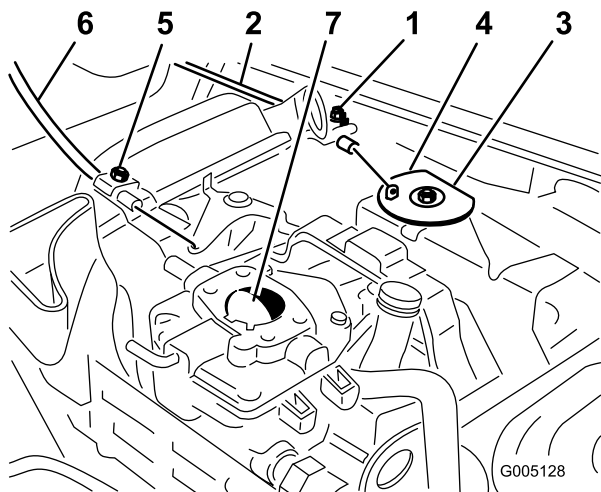

Figura 35
1. Allentate la vite del serrafilò per cavi che fissa il cavo al motore (Figura 35).
3. Tirate con forza il cavo dell'acceleratore finché il retro della parte girevole non viene a contatto con il fermo (Figura 35).
3. Tirate con forza il cavo dello starter finché la farfalla dello starter non è completamente chiusa, quindi serrate la vite del serrafilò (Figura 35).